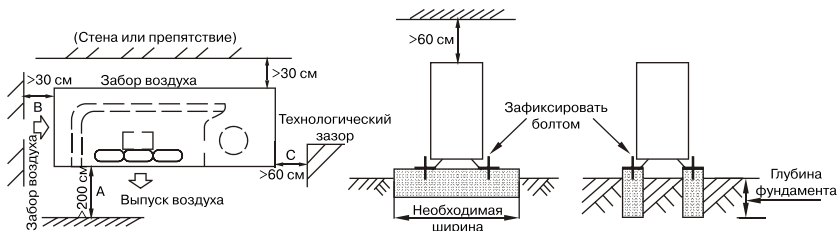

Рис. 28
6. Наружный и внутренний блоки должны располагаться как можно ближе друг к другу. Минимальные расстояния между наружным блоком и препятствиями, показанные на монтажных схемах, могут отличаться от расстояний в условиях монтажа в герметичном помещении. Необходимо оставить открытый доступ в трех направлениях А, В и С. (Рис. 28)